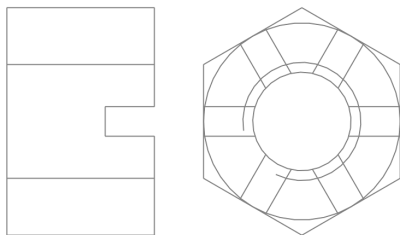

图 3-67 添加同心约束效果
(3) 单击【确定】按钮，即可添加同心约束，退出草图编辑环境，效果如图 3-67 所示。